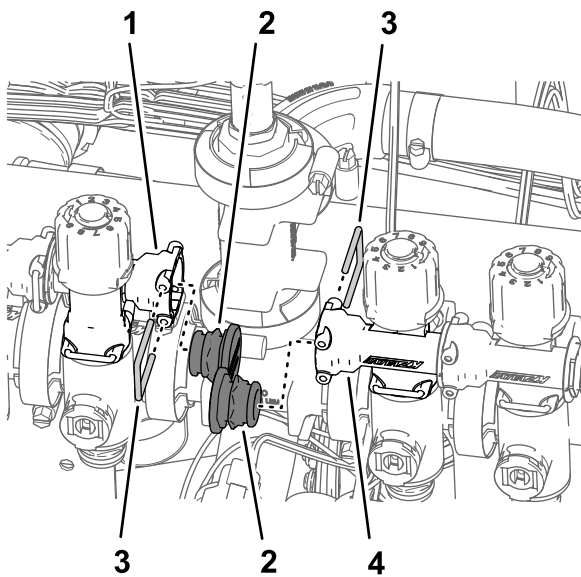

图98
3. 取下喷嘴阀 5 和 6 上快速断开接头槽内固定栓塞的卡环然后取出栓塞 图98。